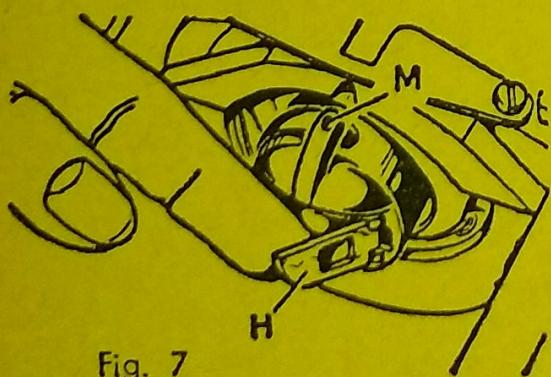

Fig. 7
- extraer la bobina levantándola por el pestillo "H" (Fig. 7) y tirando de ella hacia la izquierda.
- tomar la bobina por su pestillo "H" e introducirla en el perno central de la lanzadera (fig. 7). La punta "M" debe penetrar en la ranura de la tapa del carril;